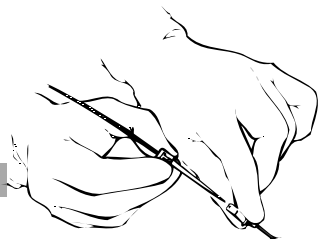

Рис. 3. Введение проводника и выпрямителя кончика в иглу
5. Введите конический конец выпрямителя кончика в иглу. Введите проводник через иглу в вену (см. рис. 3).